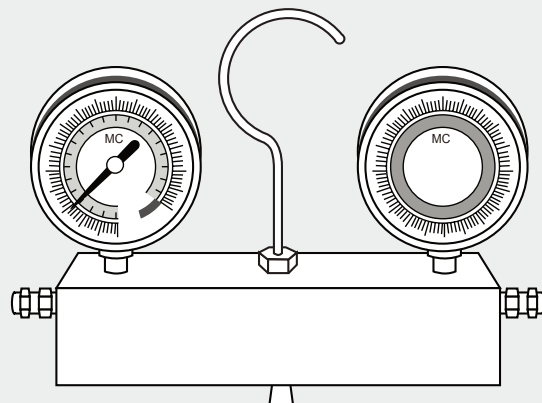

**Fig. 6.10**
4. Utilizând o cheie de buloane, apucați corpul supapei. Nu apucați piulița ce detașează supapa de service (consultați **Fig. 6.10**).